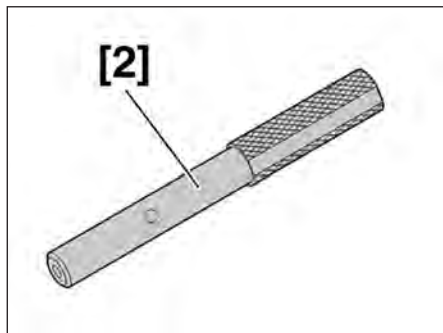

FIG.2
- [2]. Pige de la poulie d'arbre à cames (référence : 0188-M) (Fig.2).